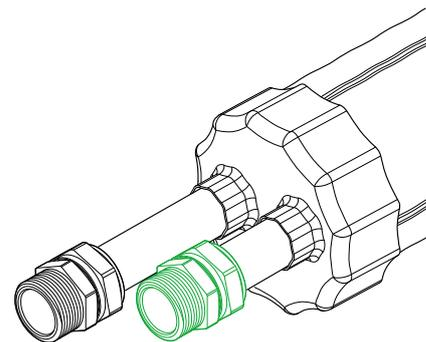

Рис. 4.6.8
8. Смонтировать фитинг на второй напорной трубе (повторить операции 3–7). (рис. 4.6.8).